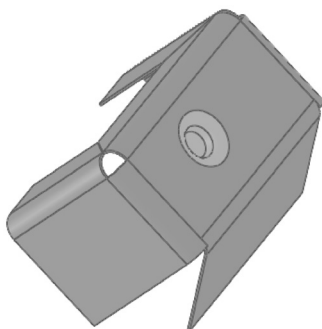

图 8-11 打开的库特征文件
2) 浏览库特征所在目录，从下窗格中选择库特征，然后将其拖动到零件的面上，即可将库特征添加到目标零件中。打开的库特征文件如图 8-11 所示。